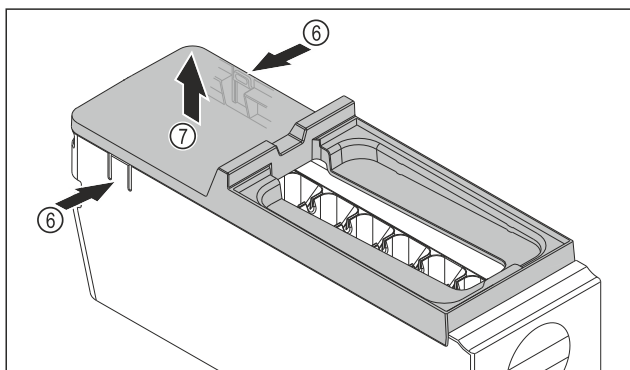

Fig. 142
- Wyjmowanie osłony korpusu EasyTwist-Ice: Docisnąć jedną ręką nakładki Fig. 142 (6) po obu stronach korpusu EasyTwist-Ice.
- Drugą ręką wyjąć osłonę Fig. 142 (7) ku górze.